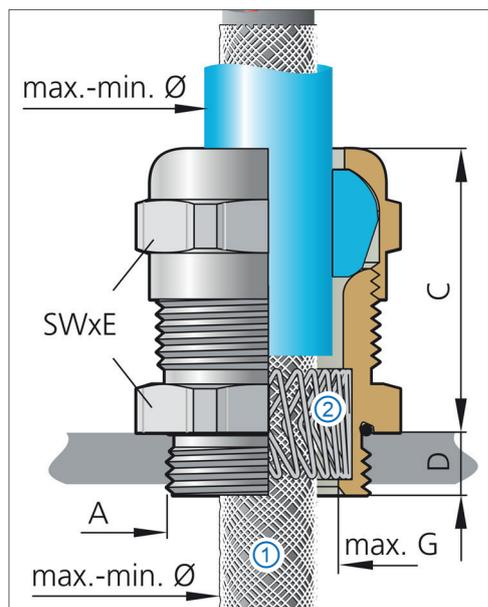

Abb. 8-3: Kabelverschraubung (Längsschnitt)
Um einen guten Kontakt zwischen Kabelschirm ① und TRI-Feder ② (Abb. 8-3) in der Kabelverschraubung zu gewährleisten, muss das Kabel sorgfältig konfektioniert werden, d. h. die Position des abisolierten Kabelschirms muss mit der Position der TRI-Feder übereinstimmen.37